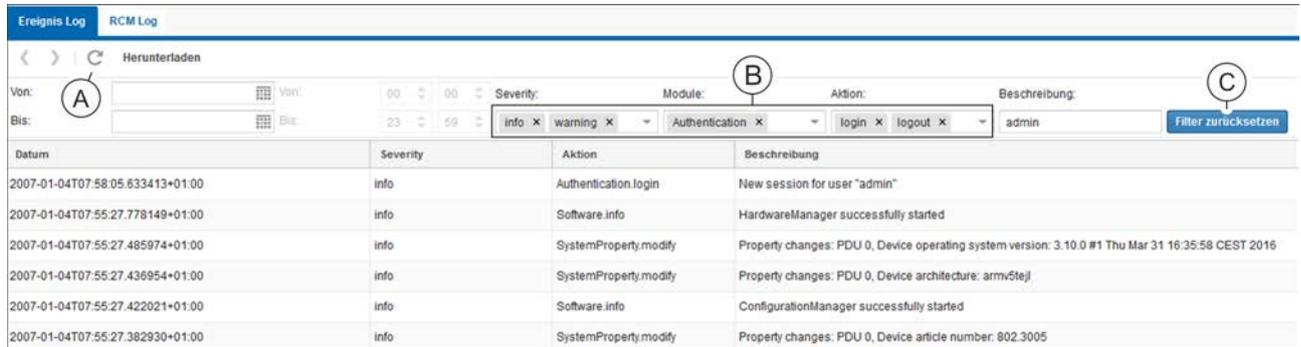

Abb. 211: Filter entfernen
1. ➔ Über die Schaltfläche **x** im jeweiligen Filter (Abb. 211/ⓐ) den Filter entfernen. Alternativ alle Filter über die Schaltfläche „Filter zurücksetzen“ (Abb. 211/ⓒ) entfernen.
2. ➔ Auf die Schaltfläche **↻** (Abb. 211/ⓐ) klicken.